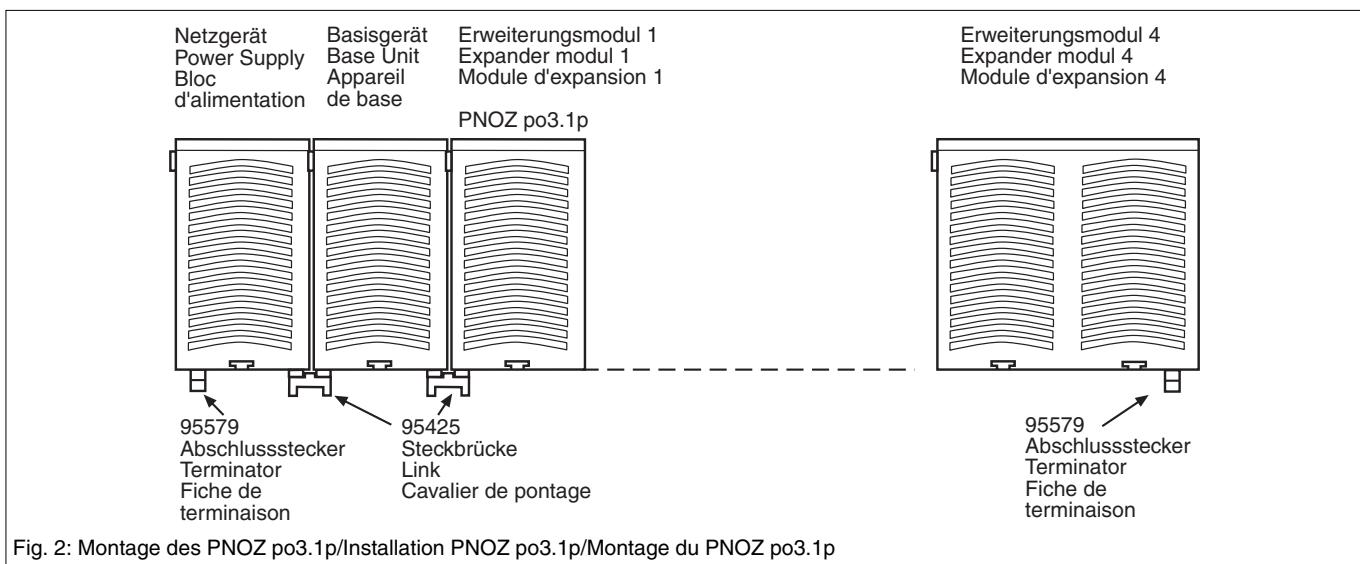

Fig. 2: Montage des PNOZ po3.1p/Installation PNOZ po3.1p/Montage du PNOZ po3.1p
- Auf der Geräterückseite des PNOZ po3.1p befinden sich 2 Buchsen. Das Erweiterungsmodul PNOZ po3.1p wird mit den anderen Geräten des modularen Sicherheitssystems PNOZpower über die mitgelieferten Steckbrücken verbunden. **Beachten Sie: Auf das erste und letzte Gerät muss ein Abschlussstecker gesteckt werden (siehe Fig. 2)!**
Please note: Be sure to plug a terminator in to the first and last units (see Fig. 2)!
- Important : le premier et le dernier appareil doivent être pourvus d'une fiche de terminaison (voir fig. 2) !**